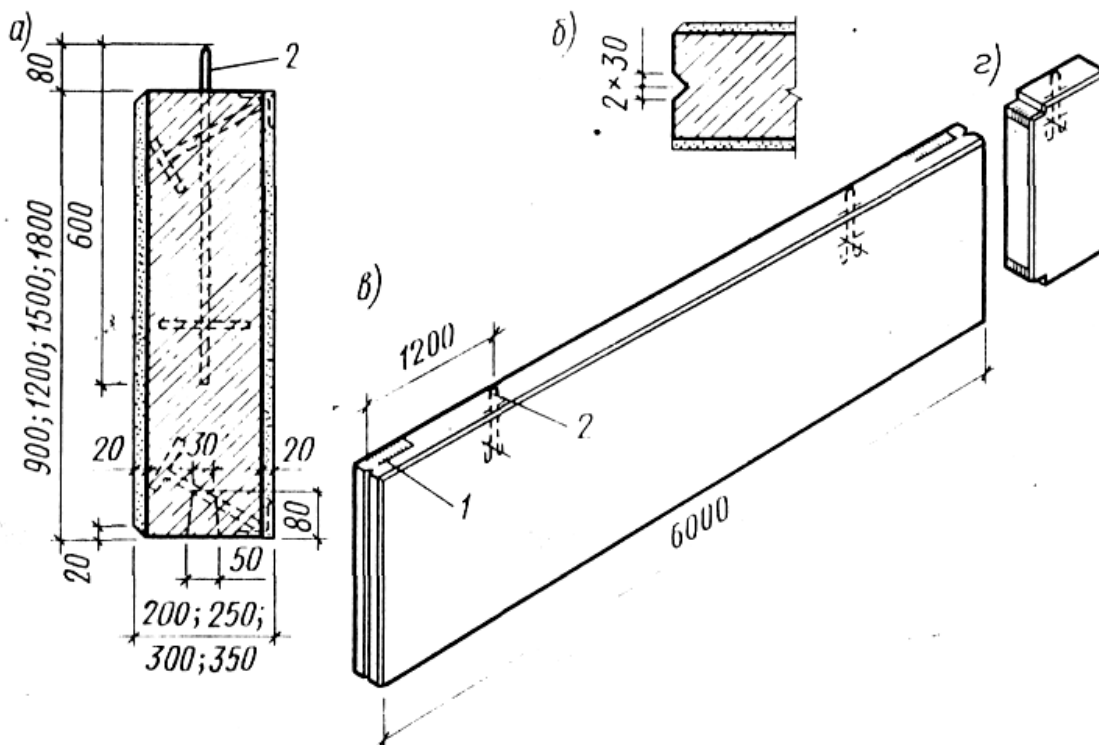
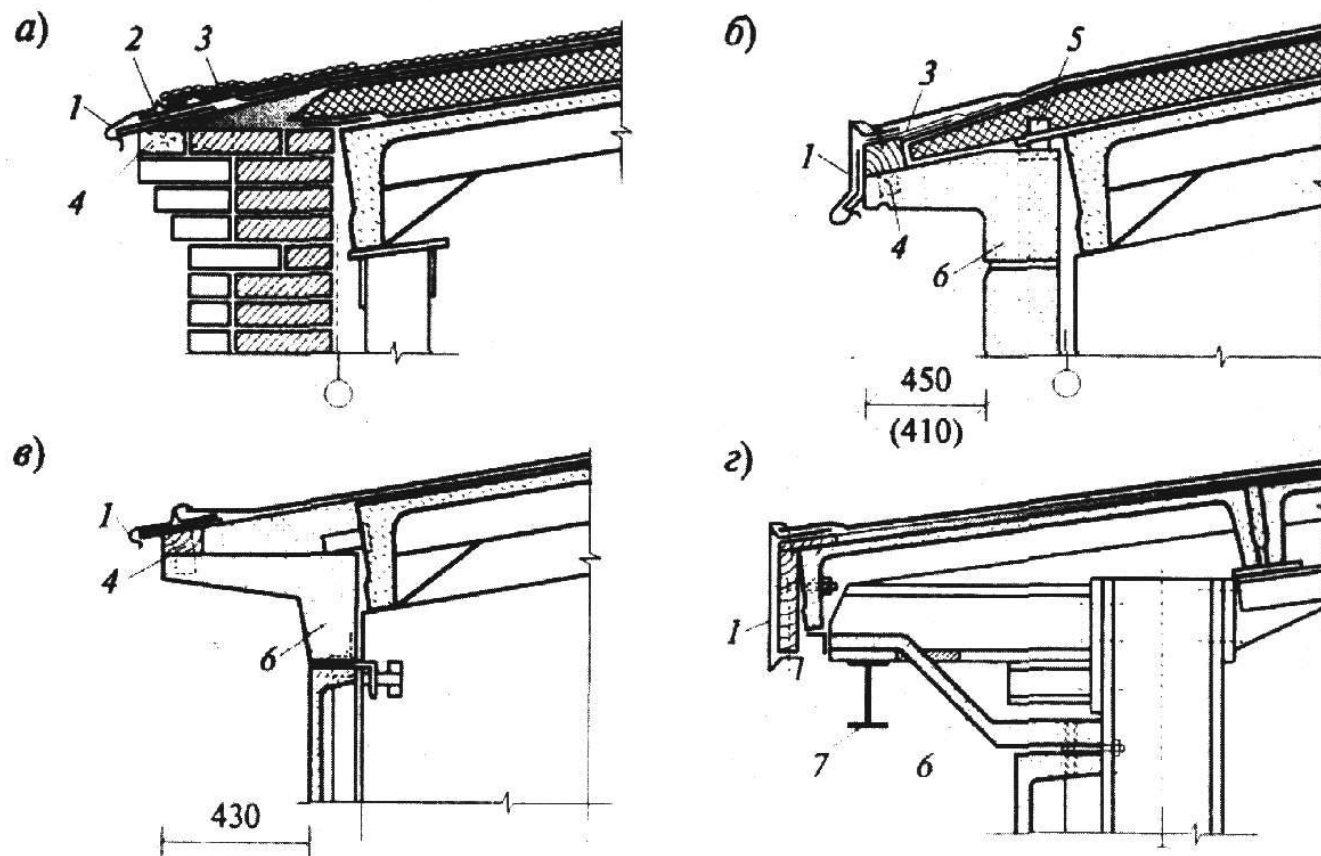

Рисунок 4.5 - Легкобетонные панели длиной 6м:
Рисунок 4.7 – Типы карнизов промышленных зданий:
**Стены отапливаемых зданий** (при шаге наружных колонн 6 м; устраивают из плоских *однослойных* панелей (рисунок 4.5), изготовленных из легких и ячеистых бетонов. Стену высотой до 15 м завершает карниз (рисунок 4.7) состоящий из подкарнизной панели и карнизной плиты.